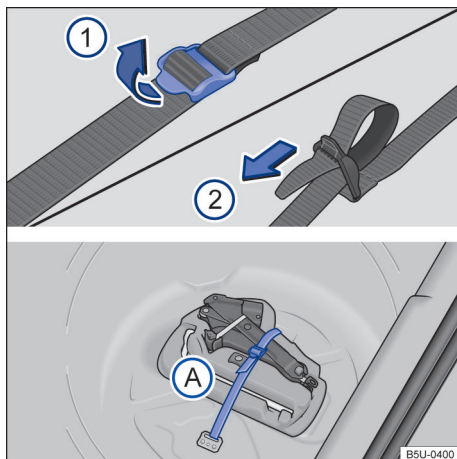

Fig. 122 No compartimento de bagagem: cinta de fixação da caixa de ferramentas e caixa de ferramentas de bordo.
Para soltar a cinta de fixação → Fig. 122 (A), puxar a fivela no sentido da seta ①.